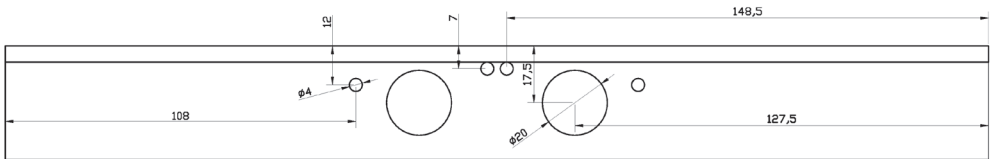

Fig. 4
4) **Lavorazione da eseguirsi sull'ala verticale da 30 mm:** punzoniamo alle misure indicate e realizziamo i fori da 4 mm costituenti i raccordi dei tagli trasversali e longitudinali. Punzoniamo alle misure indicate, foriamo con punta a tazza da 20 mm e smussiamo gli spigoli vivi dei fori con lima tonda oppure con l'apposita punta svasatrice. Questi fori serviranno all'inserimento del moschettone nel chiodo. (Fig. 4).